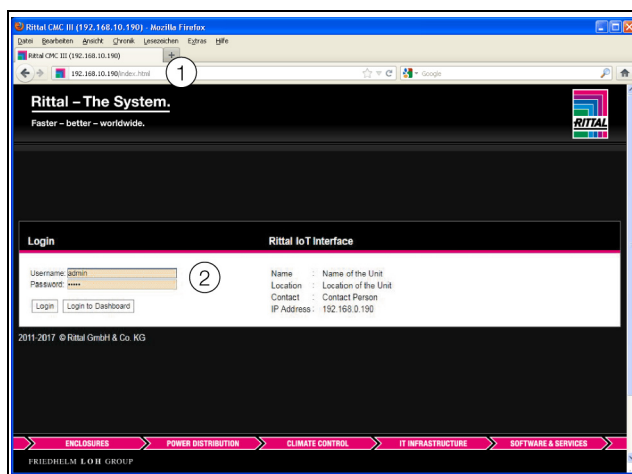

Fig. 9 : écran d'identification avec une liaison HTTP
- Saisir l'adresse réseau de l'interface IoT dans le navigateur (fig. 9, pos. 1). Le dialogue d'identification est affiché sur l'appareil.
- S'identifier comme utilisateur **admin** avec le mot de passe **admin** (fig. 9, pos. 2).